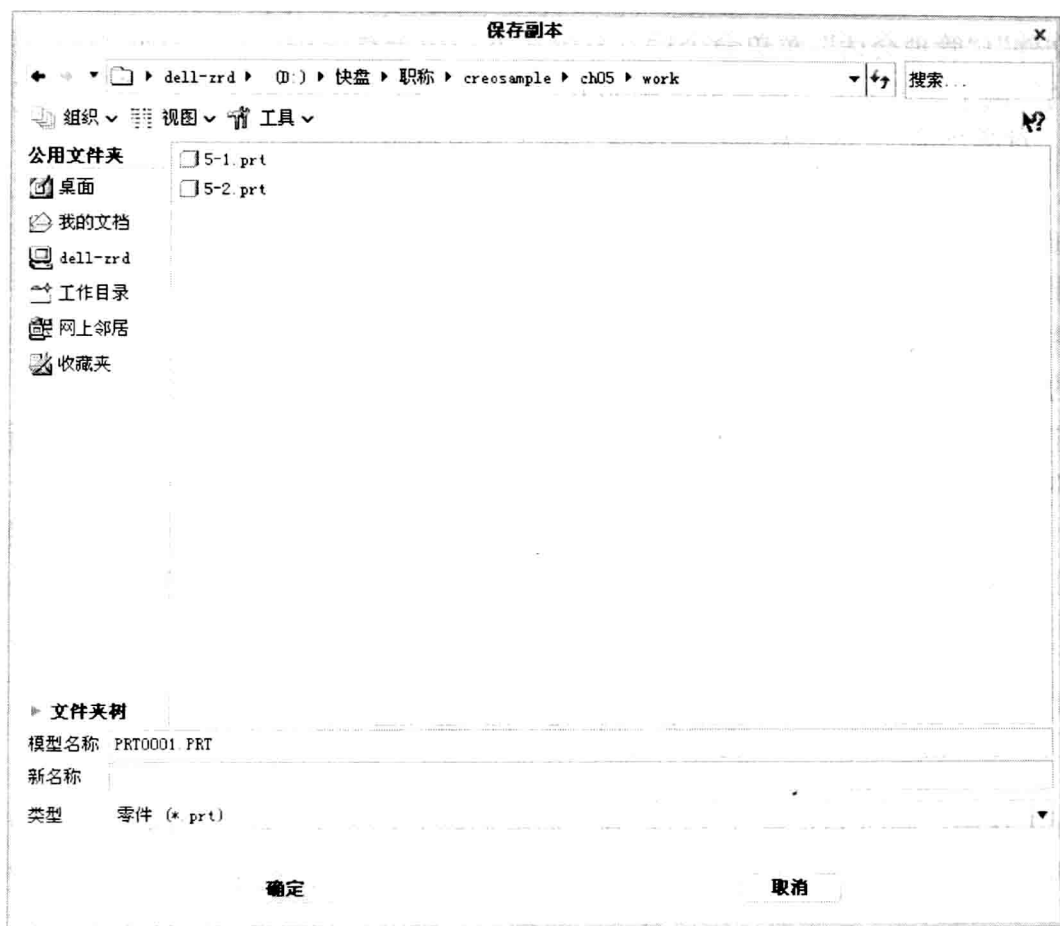

图 1-14 “保存副本”对话框
Step1 执行“文件”|“另存为”|“保存副本”命令，打开如图 1-14 所示的“保存副本”对话框。